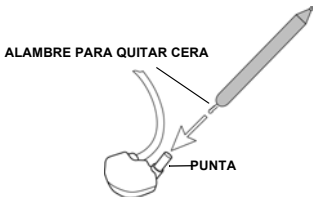

FIGURA 1: Extracción de cera
- *Utilice la herramienta suministrada para quitar cera para limpiar las puntas después de cada uso (vea la Figura 1).*